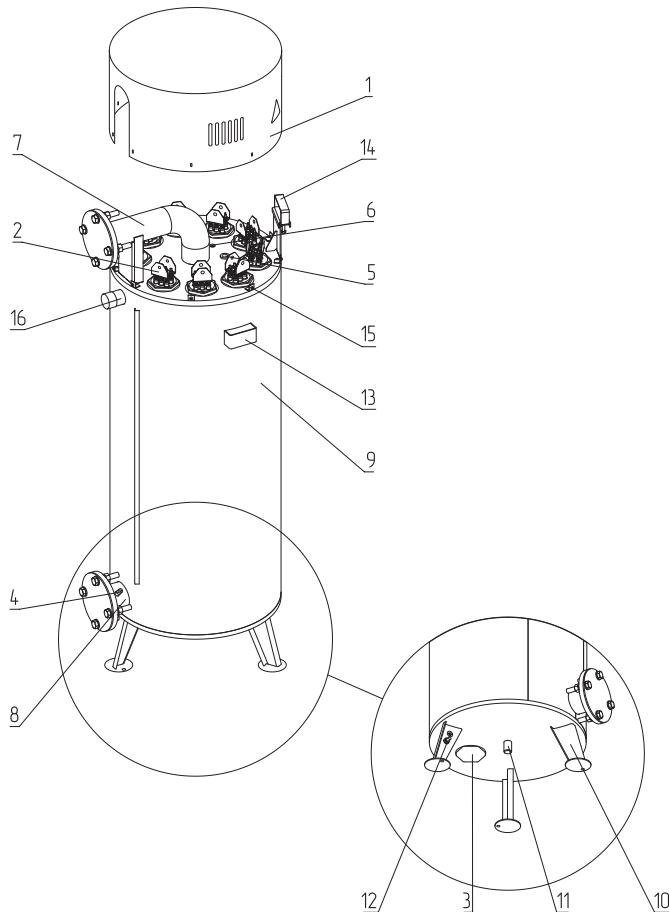

Рис.1 Устройство котла ZOTA Prom
- Установите датчик температуры прямого теплоносителя в отверстие (**Рис.1, поз.5**) и датчик перегрева в отверстие (**Рис.1, поз.6**) верхнего фланца;
- Установите датчик температуры обратного теплоносителя в отверстие (**Рис.1, поз.4**) входного патрубка котла;
- Подсоедините манометр и предохранительный клапан к патрубку (**Рис.1, поз.3**)
- Закрепите электрические питающие кабели с помощью специальной скобы (**Рис.1, поз.14**) установленной на верхнем фланце;